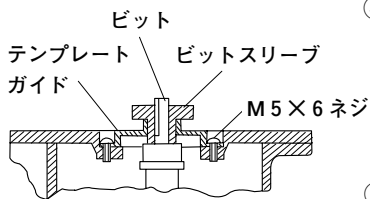

図 11
（図 11）
- ⑤ この状態で、軽く取付けておいたM5 x 6ネジ（2個）をしっかりと締付け、テンプレートガイドを固定します。（図 11）
- ⑥ ビットスリーブを抜きます。
- ⑦ テンプレートを材料に確実に固定してください。